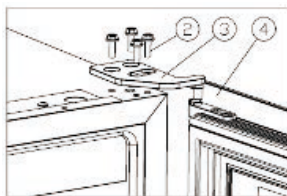

Figura 2
- Desaperte os 16 parafusos M5*②, desmonte a dobradiça inferior direita ③. [Figura 2]